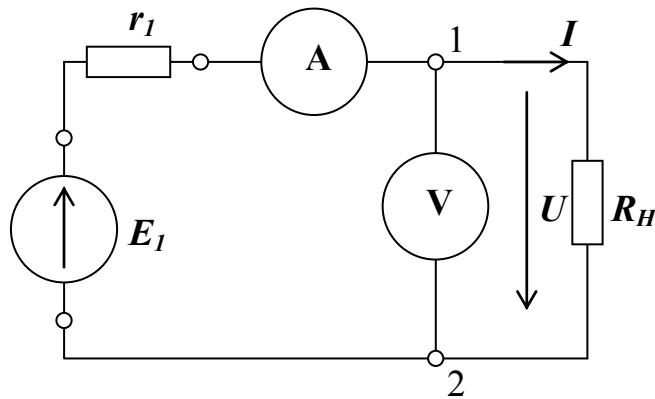

Рис. 3.8
2. Соберите цепь согласно схеме на рис. 3.8. В качестве внутреннего сопротивления источника используется резистор r_1 . Установите напряжение источника E_1 , соответствующее вашему варианту.